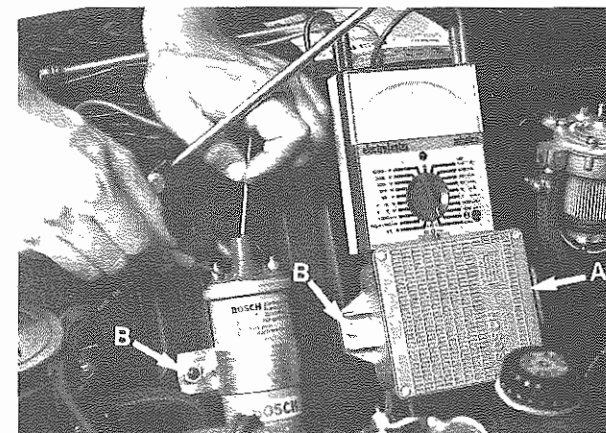

Fig. 20 - A - Cablaggio di alimentazione
- Resistenza circuito primario: $1,8 \div 2,2$ Ohm. Misurati tra morsetto 1 e morsetto 15 (**Fig. 20**).
- Main circuit resistance: $1.8 \div 2.2$ Ohm. Measured between clamp 1 and clamp 15 (**Fig. 20**).